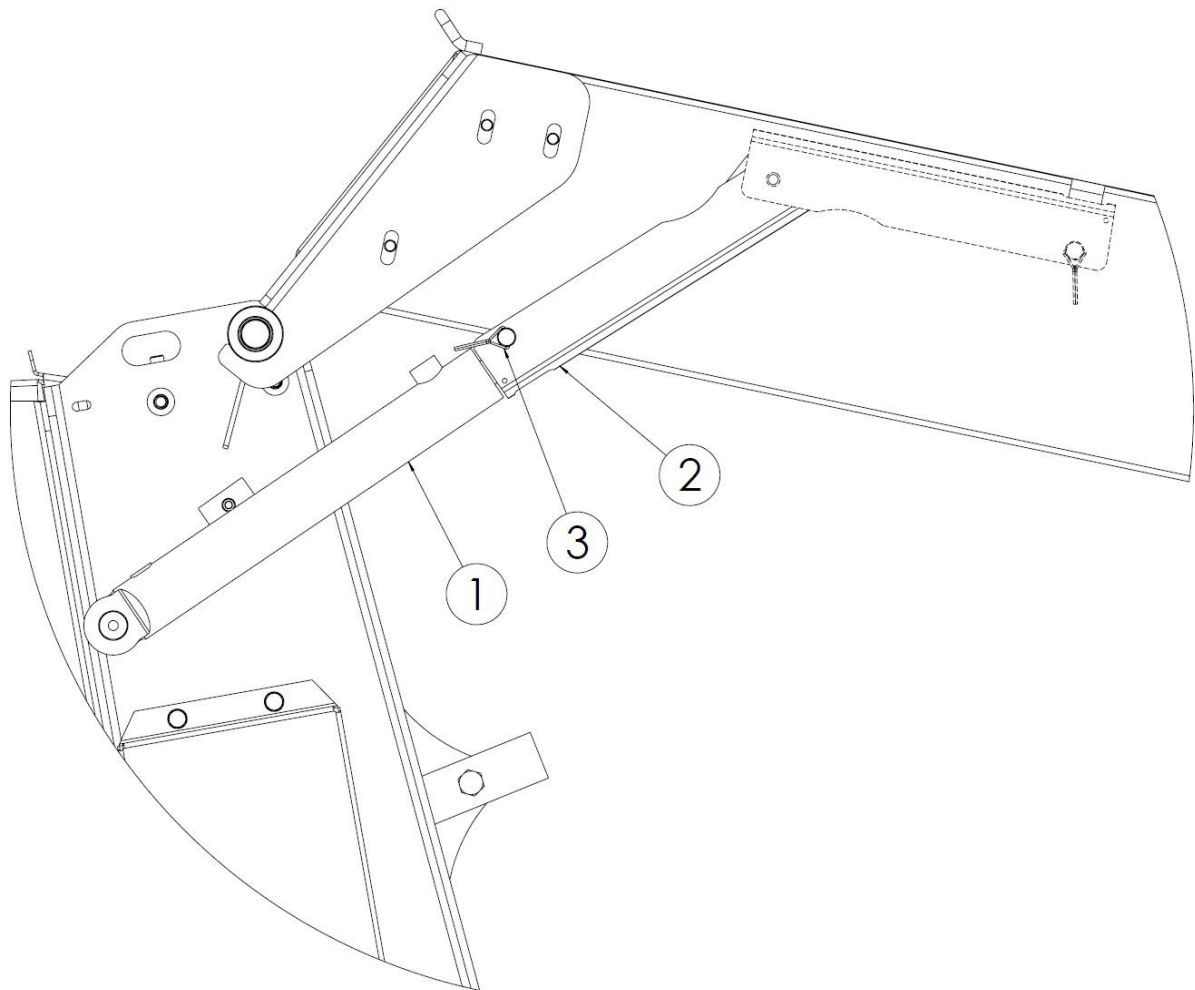

Abbildung 45. Sicherheitsverriegelungen für Zylinder
Sichern Sie die angehobene Heckklappe des Adapters in ihrer oberen Position, wie in Abbildung 45 dargestellt. Verwenden Sie die an den oberen Bolzen der Hydraulikzylinder (1) befestigten Klammern (2), um beide Seiten des Streuers zu sichern. Die Klammern (2) sollten bis zum Anschlag nach oben bewegt werden, sodass sie die Kolbenstangen der ausgefahrenen Zylinder umgreifen. Sichern Sie den Deckel mit Splinten (3) gegen unbeabsichtigtes Schließen des Deckels. Lösen Sie nach Durchführung der geplanten Arbeiten die Deckelklammern.